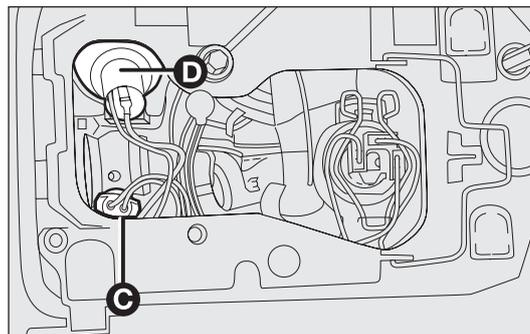

fig. 142
- gire el portalámpara C-fig. 142 y extráigalo (está fijado a presión);
- gire el portalámpara D-fig. 142 y extráigalo (está fijado a presión);